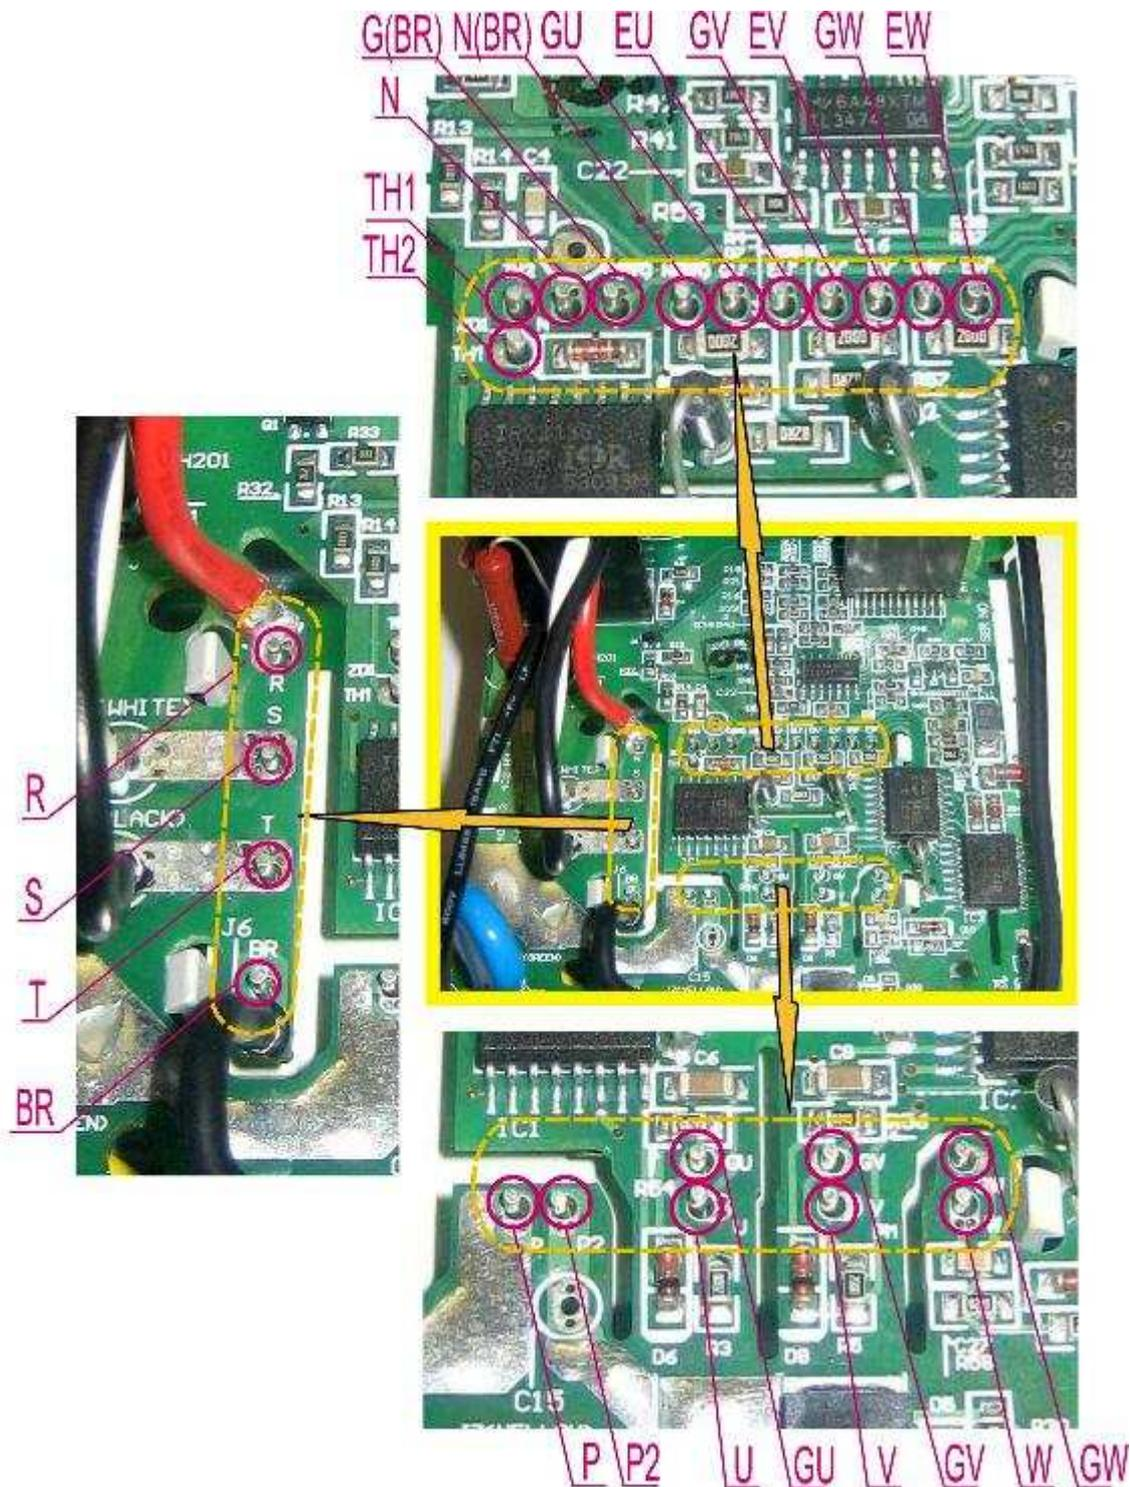

Рис. 7.13 – Пайка контактов матрицы на плате драйверов
7.3.11. Перевернуть модуль ПЧ. Паять 23 контакта матрицы: EW, GW, EV, GV, EU, GU, N(BR), G(BR), N, TH1, TH2, R, S, T, BR, P, P2, U, GU, V, GV, W, GW (рис. 7.13).